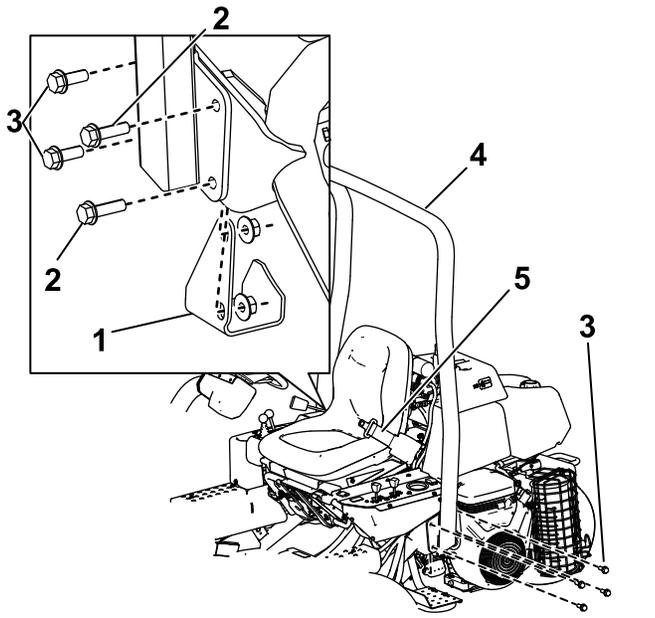

Рисунок 6
2. Опустите защитную дугу (Рисунок 6) на монтажные кронштейны, совместив монтажные отверстия.
3. Прикрепите левую сторону защитной дуги к монтажному кронштейну с помощью 4 болтов (½ x 1½ дюйма) и контргаяк (Рисунок 6).
дюйма) и контргаяк, как показано на Рисунок 6.